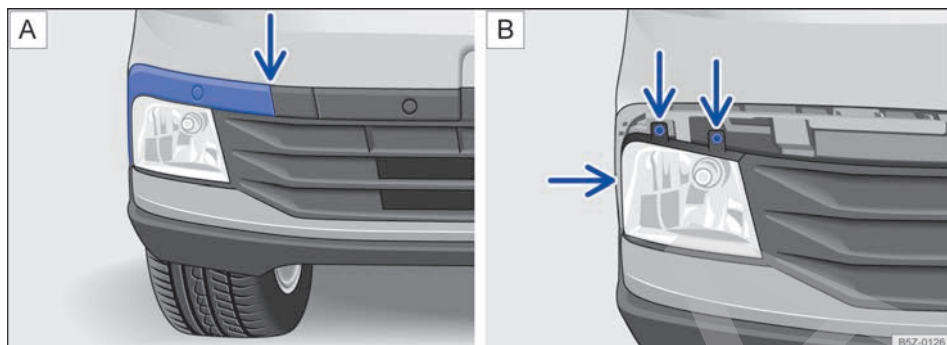

Fig. 175 En el parachoques delantero: **A**) desinstalar la moldura del faro de neblina y **B**) retirar los tornillos del faro de neblina.
2. Desencajar la moldura, con cuidado ⇒ , primero del lugar indicado por la flecha ⇒ fig. 175 A. Desmontar completamente para acceder a los tornillos del faro de neblina.
4. Retirar los tornillos indicados por las flechas ⇒ fig. 175 B.
14. Volver a colocar los tornillos indicados por las flechas ⇒ **fig. 175 B**, para fijar el farol de neblina.
15. Volver a colocar la moldura de izquierda a derecha ⇒ **fig. 175 A**.